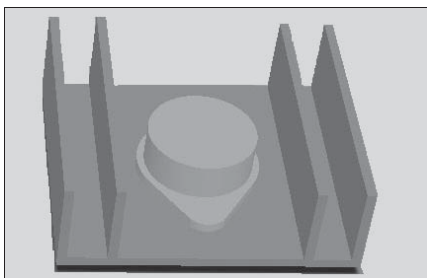

Рис. 2.34. Результат интерактивного формирования трехмерного тела — транзистор на радиаторе
6. Командой меню **View | Switch to 3D** или клавишей <3> перевести графический редактор РСВ-библиотеки в режим трехмерного отображения объектов и убедиться в достижении результата (рис. 2.34).